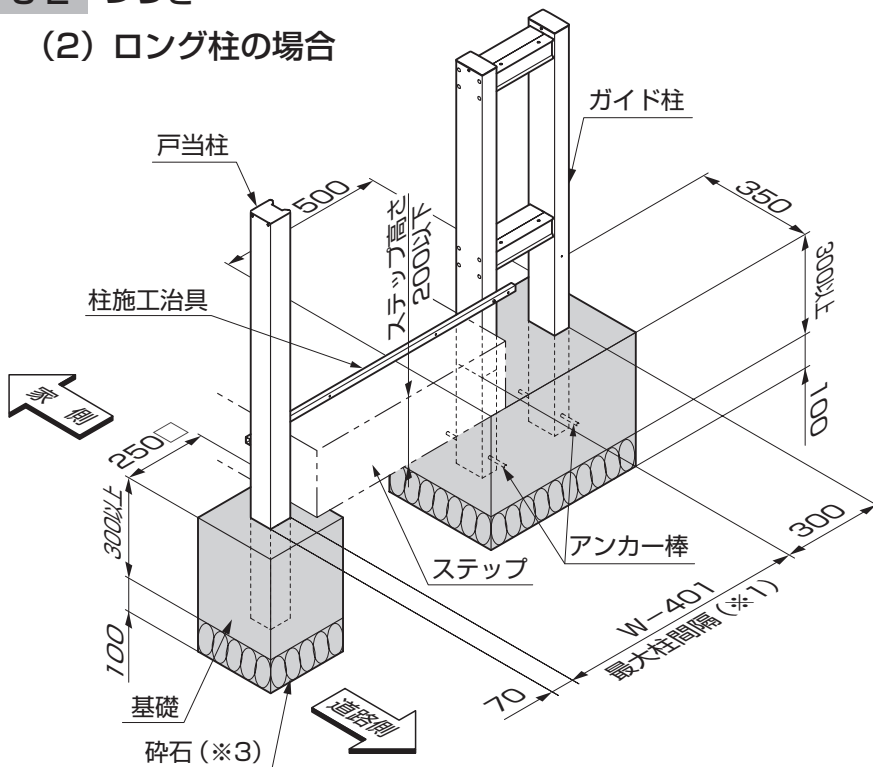
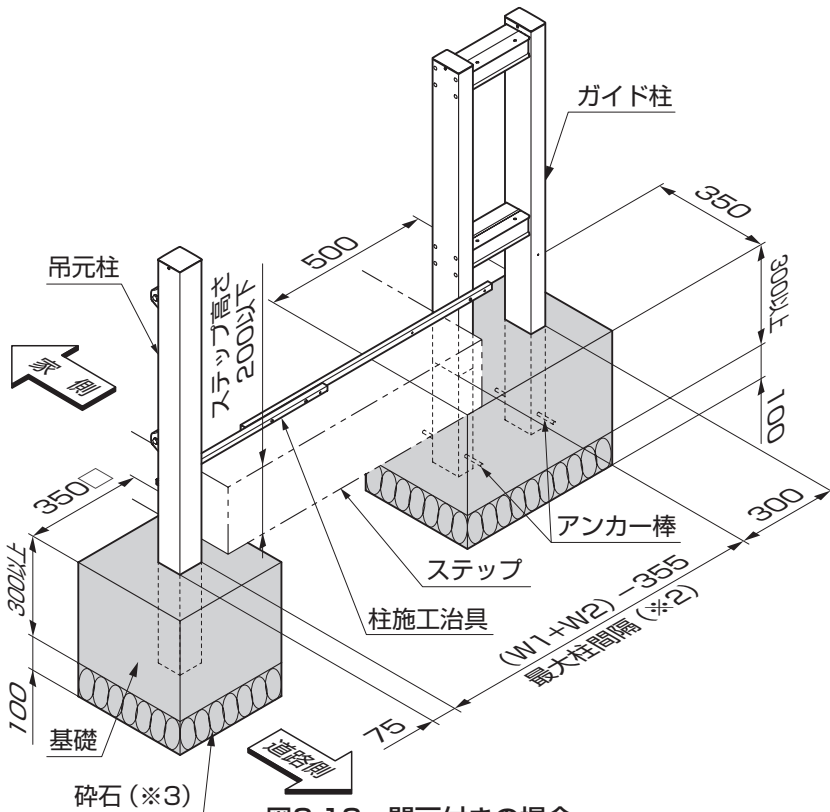

図3-10 片引きの場合
図3-13 開戸付きの場合
- 基礎寸法は指定寸法以上にしてください。(図3-10、図3-13参照)